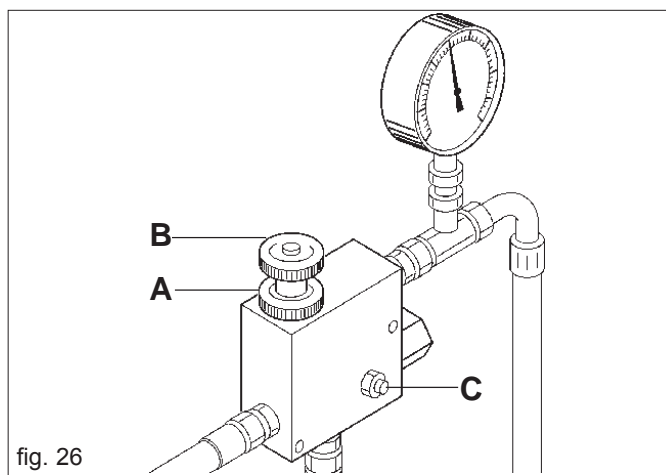

fig. 26
Se occorre aumentare il numero di giri della ventola per la distribuzione di sementi più pesanti, agire con prudenza ed attenzione nel seguente modo (Fig. 26):
- allentare la ghiera di bloccaggio (A Fig. 26);
- ruotare in senso orario od antiorario il volantino (B Fig. 26) per diminuire od aumentare la pressione e di conseguenza modificare i giri della soffiante.
**È vietato per qualsiasi motivo toccare il grano (C Fig. 26) poiché si starebbe l'impianto potendo causare la rottura del motore o della pompa.**